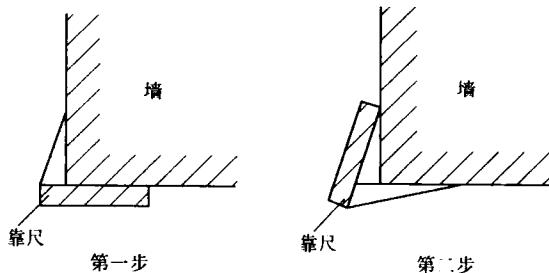

图 1-3 水泥砂浆明护角做法示意图
6) 对于特殊用途房间的墙（柱）阳角部位，其护角可按设计要求在抹灰层中埋设金属护角线。高级抹灰的阳角处理亦可在抹灰面层镶嵌硬质PVC特制装饰护角条，如图1-3所示。